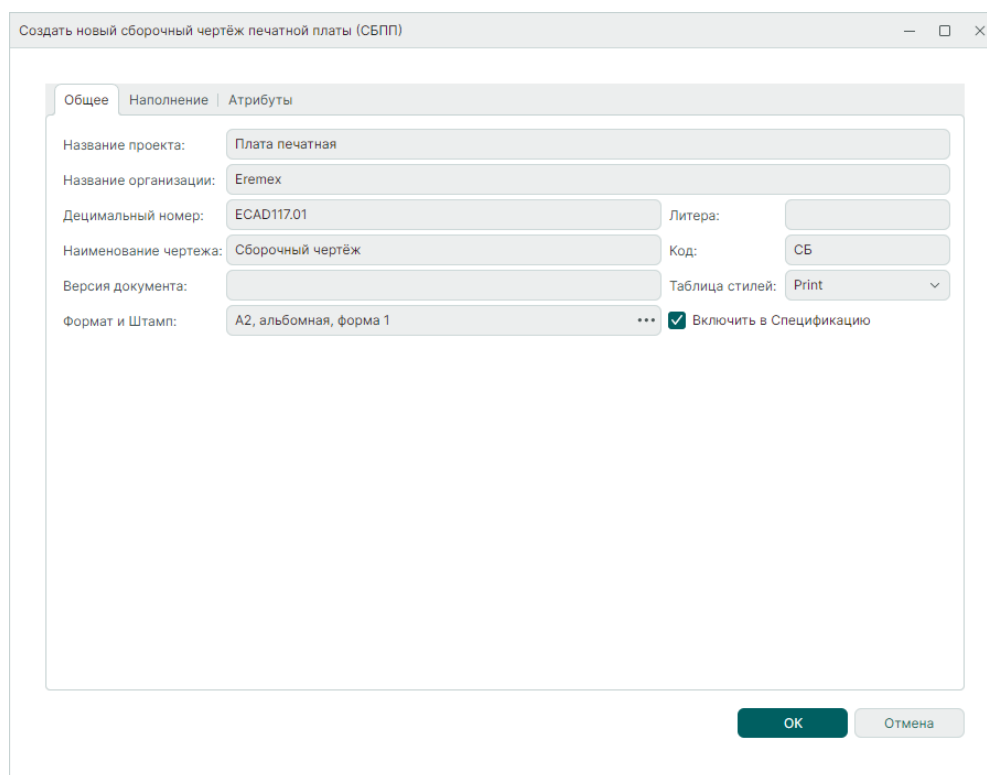

Рис. 77 Окно «Создать новый сборочный чертёж печатной платы (СБПП)». Вкладка «Общее»
3. Во вкладке «Общее» окна «Создать новый сборочный чертёж печатной платы (СБПП)» введите значения, которые впоследствии будут отображены в таблице штампа рамки в соответствующих полях, см. Рис. 77.